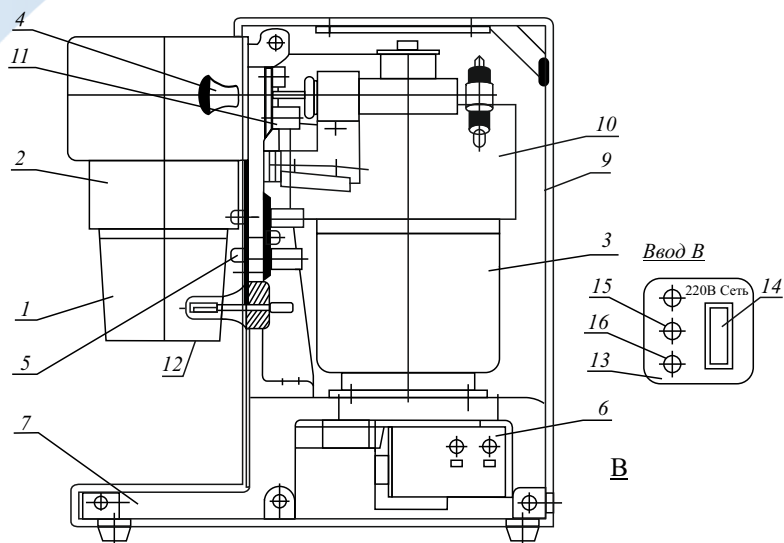

Рис.1 Устройство тестомесилки
4.2. Устройство и конструкция тестомесилки изображены на рис. 1.